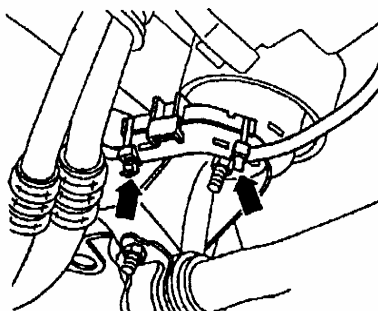

图 4-100 拆卸电缆
(5) 割断电缆接头（如图 4-100 箭头所示），打开起动机电缆定位器，拆下电缆。